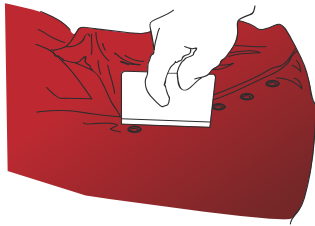

Figure 25
- › Passer ensuite la ROLLRIV sur le film pour le faire adhérer sur toute la surface du rivet puis faire le tour du rivet avec la raclette (FIG. 25) ou le pouce.